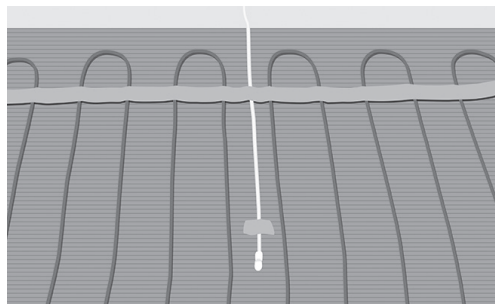

Fig. 12. Placera givarslangen/givaren mellan två kablar
11. Placera och fixera givarslangen eller golvgivaren om ingen givarslang används. Försegla änden på givarslangen (Fig. 12).